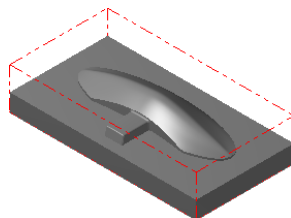

图 9.3 显示工件
Step4. 单击“机器群组属性”对话框中的 **✓** 按钮，完成工件的设置。此时零件如图 9.3 所示，从图中可以观察到零件的边缘多了红色的双点画线，双点画线围成的图形即为工件。